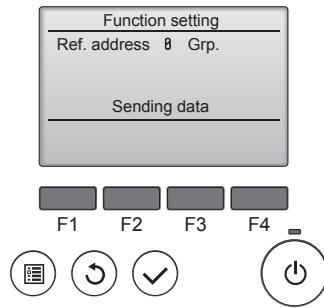

Fig. 6-15
⑤ (Fig. 6-15)
① Funktionsauswahlmodus aufrufen